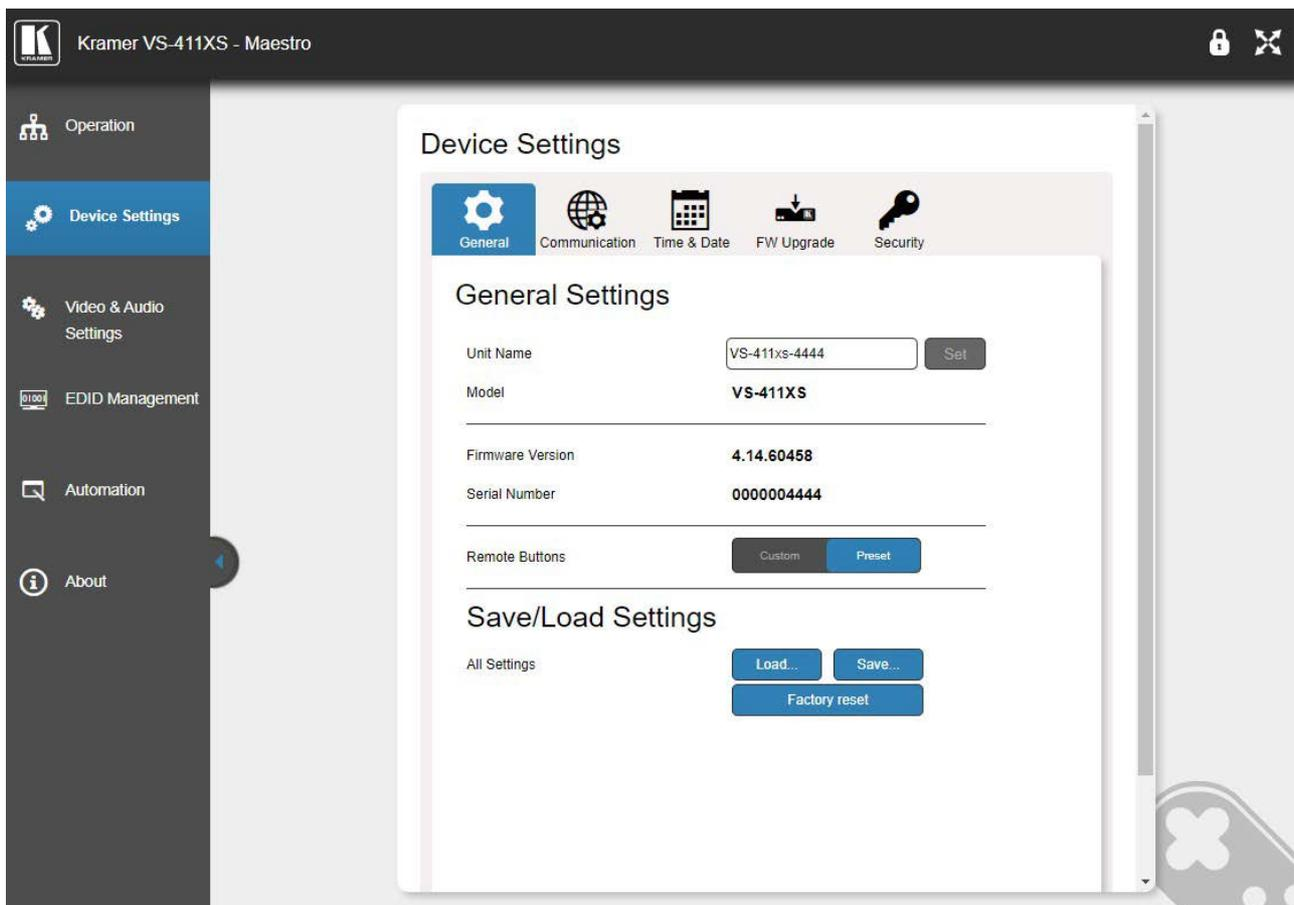

図19 : Device Settings ページ – General Settings
1. ナビゲーションリストの **Device Settings** をクリックします。Device Settings ページの General タブが表示されます (図19)。
Device Settings ページの General タブが表示されます (図19)。